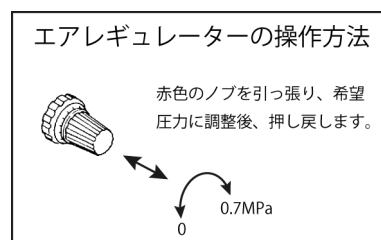

Fig. 6
- 7) エアレギュレーターをつまみを一番左（反時計方向）に回した状態で、エアチャック付のエアホースによりエアを供給してください。(Fig. 6)
- 8) エアレギュレーターでのエア圧力調整方法は、つまみを右に回すと加圧され、左に回すと減圧されます。エアレギュレーターをつまみを少しずつ右に回して、エアの圧力を0.7MPa以下の範囲内で調整してください。(Fig. 6, 7)